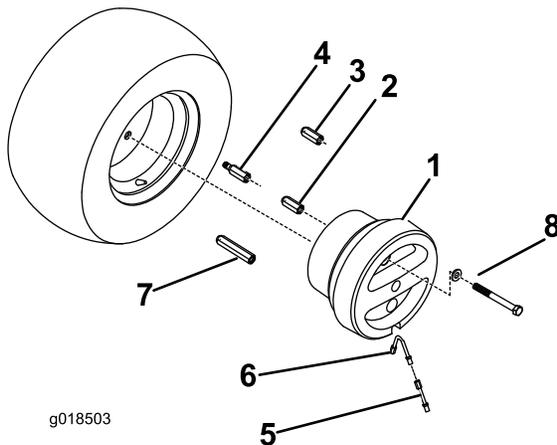

Figura 1
3. Instale los 3 adaptadores de pernos o tuercas, según el caso, en la rueda (Figura 1). Apriete los adaptadores a 115–136 Nm.